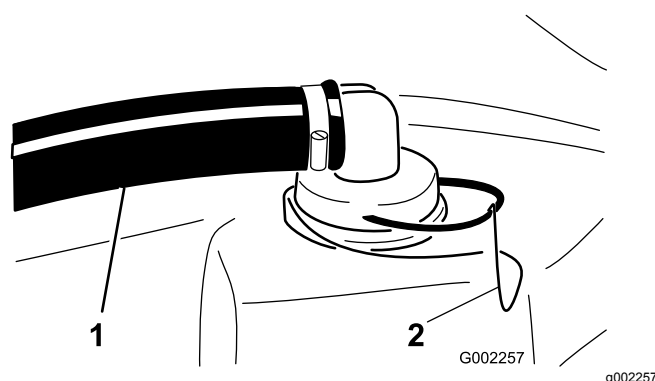

Figure 41
2. Au sommet de la cuve du pulvérisateur, retirez l'étrier qui fixe le raccord de flexible sur le grand flexible et le logement de la crépine (Figure 41).
3. Retirez le flexible et le raccord du logement de la crépine (Figure 41).